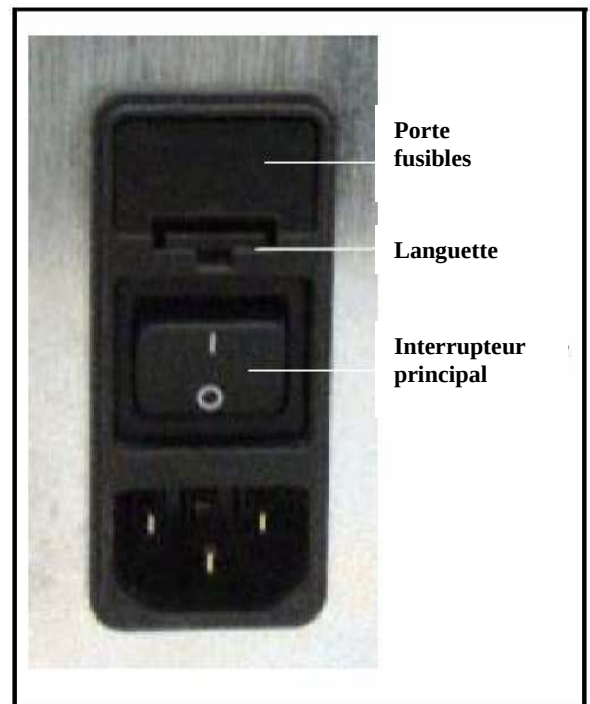

Figure 9.24. Porte fusibles du DC.
4. Le porte fusible est situé sous l'interrupteur principal (voir figure 9.24). Une petite languette tient le porte fusibles en place. Utiliser un petit tournevis soulever et tire sur la languette, afin de relâcher le porte fusibles.